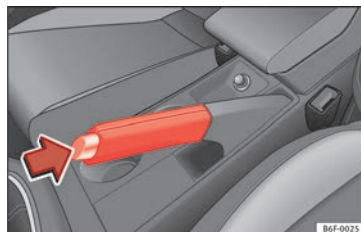

Fig. 178 Freno de mano entre los asientos delanteros.
– Tire con fuerza de la palanca del freno de mano hacia arriba » **fig. 178**.
– Tire ligeramente de la palanca hacia arriba, presione el botón de desbloqueo en la dirección de la flecha » **fig. 178** y baje completamente la palanca » **△**.